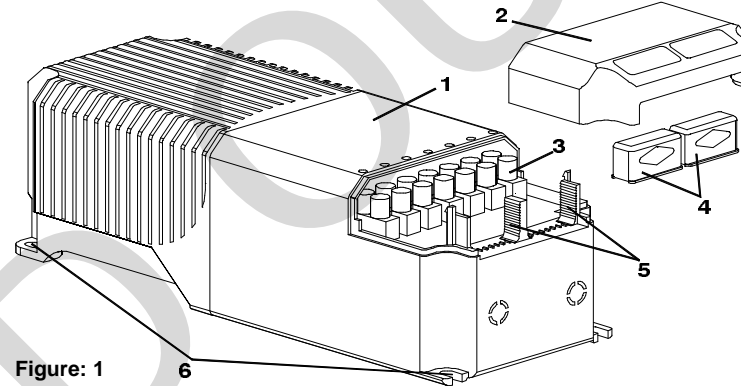
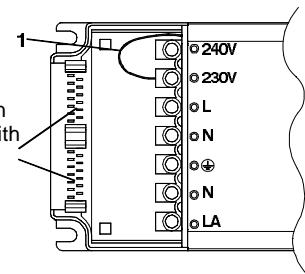

Figure: 1
Figure: 2
Die Versorgungseinheit ist bei Standardgeräten (230-240V) für 230V/50Hz Netzspannung vorverdrahtet. Bei 230-250V Typen ist 250V/50Hz vorverdrahtet. Änderung auf andere Netzspannung (siehe Geräteaufdruck) kann intern vorgenommen werden (s. Bild 2).
Zuerst Netzspannungswahl treffen. Leiter (1) auf gewünschten Netzspannungsanschluß umklemmen (siehe Bild 2). Nach dem Anschließen der Leitungen an den Klemmen (3) müssen beide Drücker der Zugentlastung (4) in die Führung (5) eingesetzt und bis zur vollen Wirkung niedergedrückt werden. Danach den Deckel (2) bis zum Einrasten montieren (siehe Bild 1).
The standard gear box (230-240V) is prewired for 230V/50Hz voltage. The gear box 230-250V is prewired for 250V/50Hz. A change to an other voltage (shown on the gear box) can be made internally (Figure 2).
Choice of voltage. Fix cable (1) to the right voltage, refer Fig 2. After connecting the cables at the terminals (3) the strain relief blocks (4) have to be fitted to the strain relief (5) and completely pushed down. Now you have to mount the cover (2) until it is engaged, refer Figure 1.